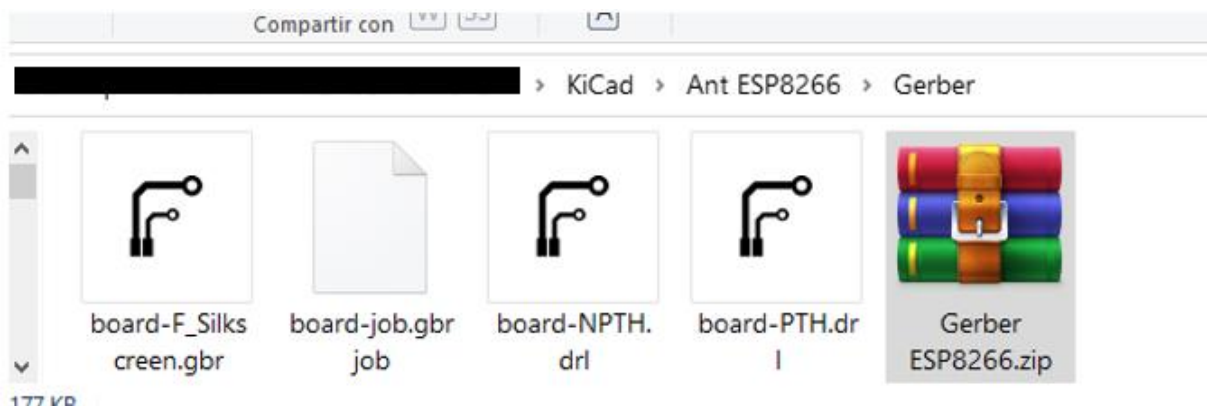

Ilustración 5 Archivo Gerber ESP8266.zip.
Paso 3: Seleccionamos el archive.zip que se encuentra en la siguiente dirección: KiCad > Ant ESP8266.zip > Gerber > GerberESP8266.zip (Ilustración 5).